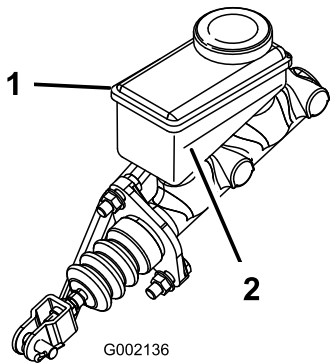

**Figura 48**
1. Levante el capó para acceder al cilindro del freno principal y al depósito (Figura 48).
- A. limpie la zona alrededor del tapón del depósito y retire el tapón (Figura 48).
- C. Coloque el tapón del depósito (Figura 48).